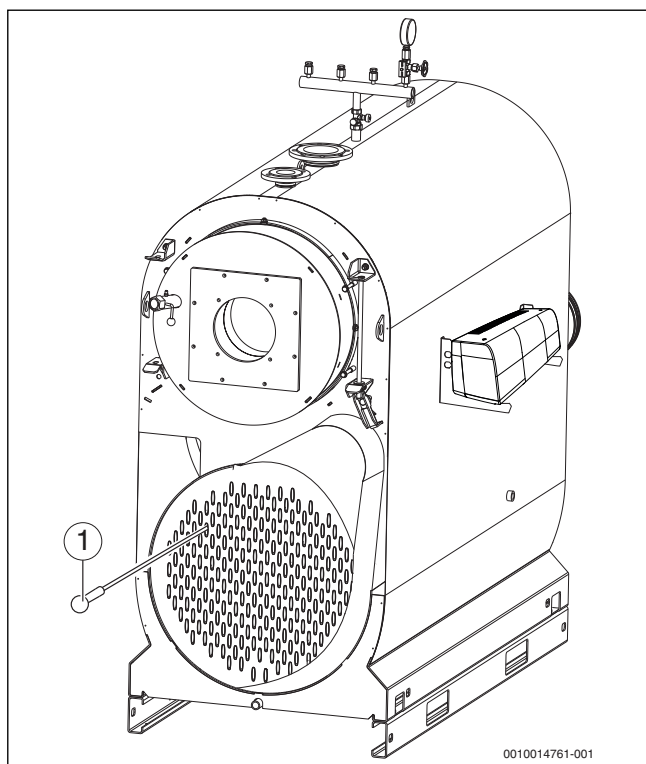

Рис. 40 Чистка коллектора дымовых газов
- ▶ Очистите щёткой трубы дополнительных поверхностей нагрева (→ рис. 40, стр. 37).